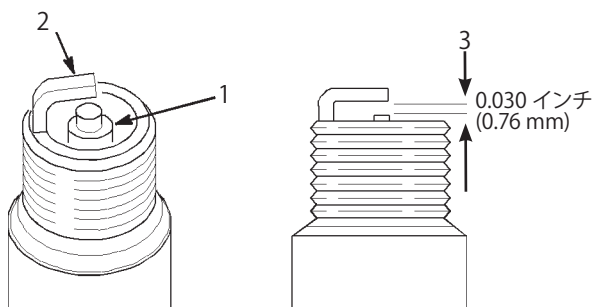

図59
1. 中央の電極部 (図59) を観察する。薄茶色や灰色になっているのであれば正常に燃焼している。碍子が黒くなっているのは不完全燃焼である (エア・クリーナの汚れが原因であることが多い)。
2 すきまゲージでエア・ギャップの点検を行い、隙間の大きさが適切でなければ側面の電極を注意深く曲げて調整する (図59)。
全部で2本のヒューズを使用し、2本の未使用スロットがあります。ヒューズは運転席下 (図59) に取り付けられています。